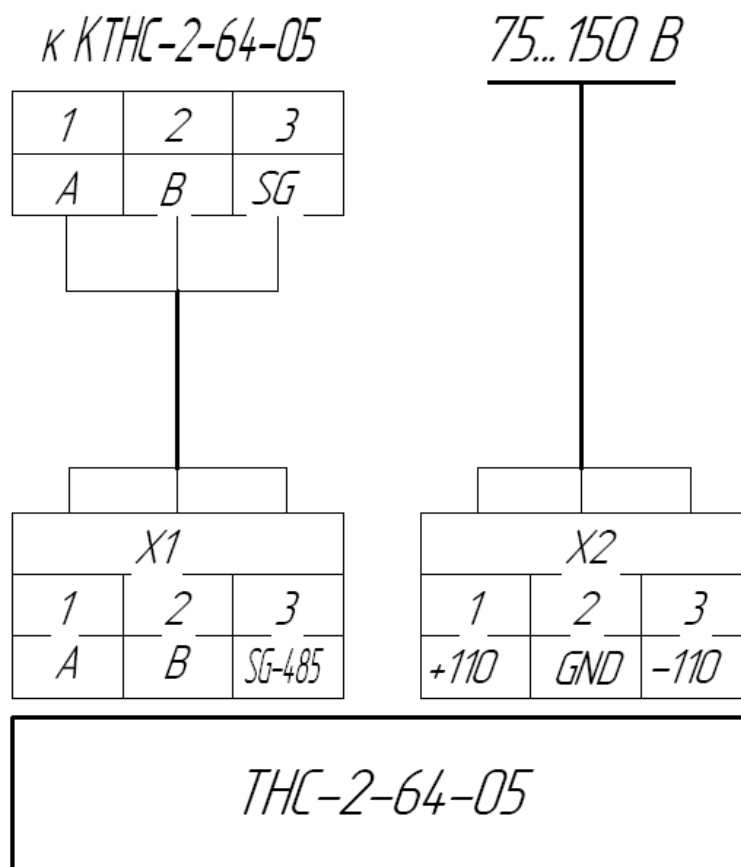

Рис.3 Схема подключения ТНС-2-64-05.
4.2 Подключение панели маршрутной необходимо произвести согласно схеме на рис.3
4.4.4 Произвести подключение согласно схеме подключения. (см. рис.3)